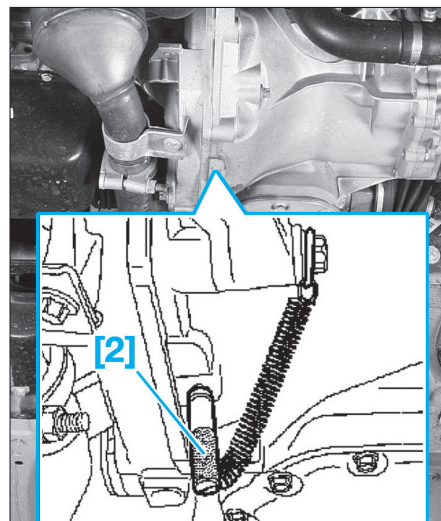

FIG. 5
- Introduire la pige [2] dans le trou du carter d'embrayage sous le véhicule et tourner doucement le volant moteur pour introduire la pige dans le trou de pignage du volant moteur (Fig.5).